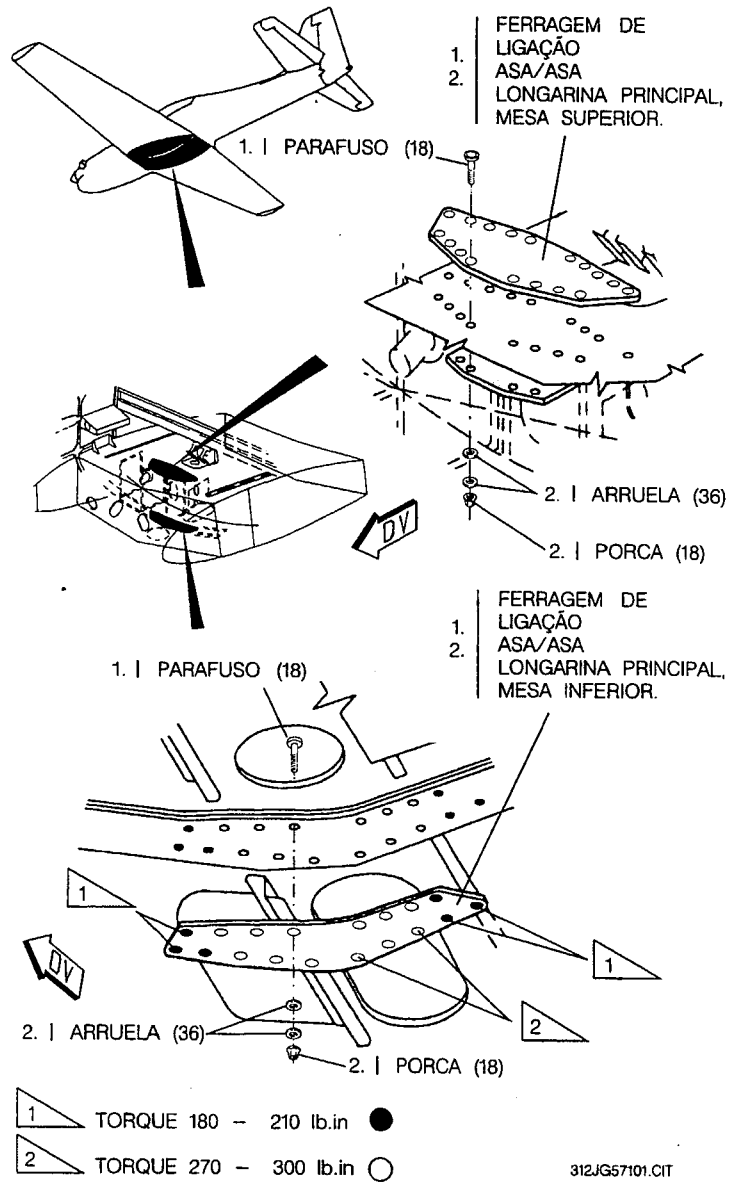

Figura 2-1A-1
1. (B) Posicione a chave na cabeça do parafuso de fixação das ferragens de ligação asa/asa.
2. (A) Posicione a chave-torquímetro nas porcas dos parafusos de fixação das ferragens de ligação asa/asa e verifique o valor do torque.
3. (A,B) Compare os valores obtidos, com os valores indicados na figura 2-1A-1.